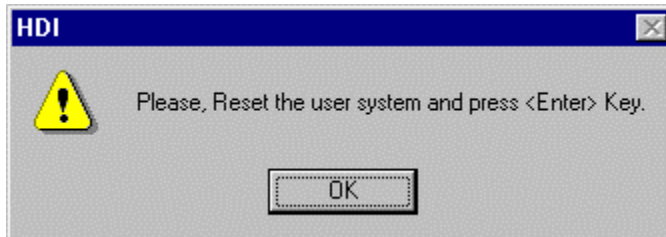

図 2.9 RESET 信号入力要求メッセージのダイアログボックス
- (1) HDIウィンドウが表示されます。そして、図2.9に示すダイアログボックスが表示されます。